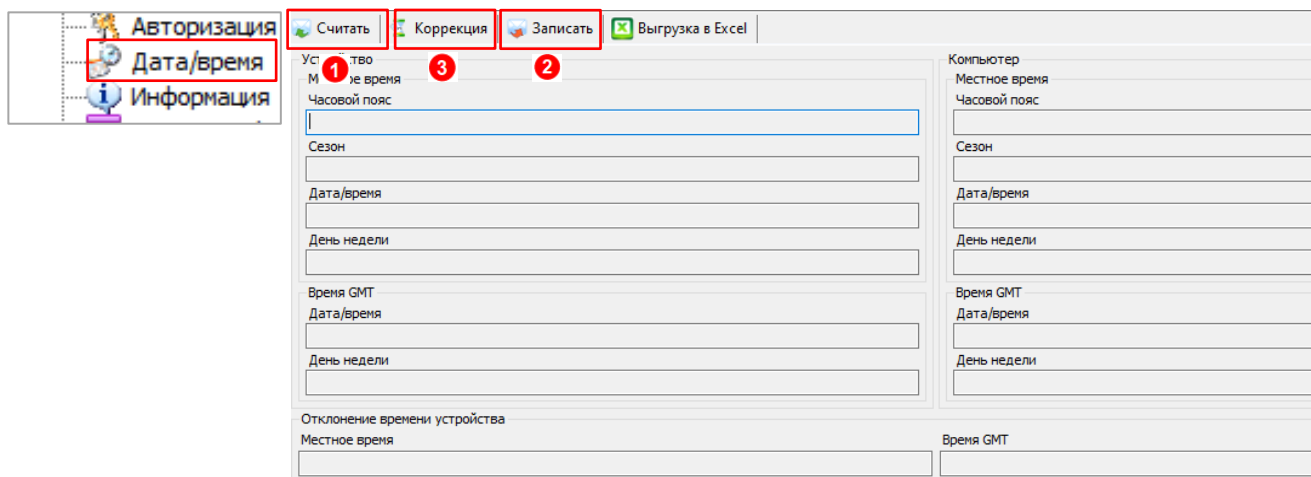

Рисунок 183
Доступна запись текущей даты и времени (по часам ПК) на вкладке «Дата/время» (2) (см. рисунок 183).
Коррекция времени выполняется на вкладке «Дата/время», нажатием на кнопку «Коррекция времени» (3) (см. рисунок 183).